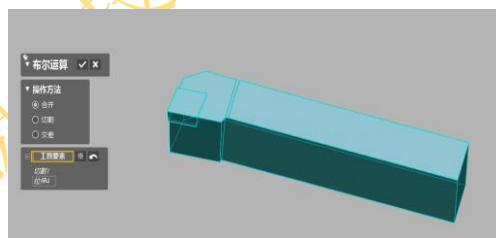

图 4.73 布尔运算对话框
14) 点击菜单>插入>曲面>实体化，弹出实体化对话框，要素：选择所有片体，如图 4.72 所示，点击确定完成外圆车刀刀片实体建模，如图 4.73 所示。
15) 点击菜单栏模型>布尔运算图标 布尔运算 ，弹出布尔运算对话框，操作方法：合并，工具要素：框选两个实体，如图 4.73 所示，点击确定完成。